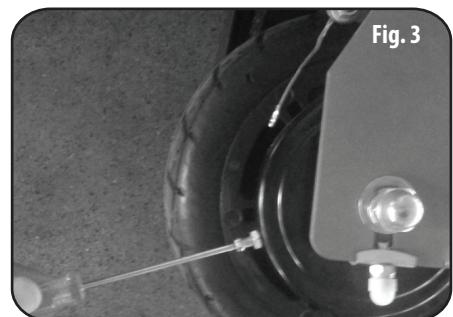

Fig. 3
3. Serrez la vis de réglage pour régler minutieusement l'espace pour frein afin de rendre le frein plus sensible (fig. 3).